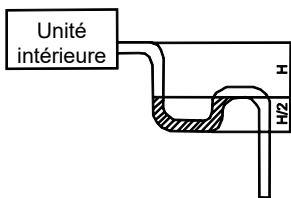

Fig. 21
- (4) S'il n'est pas possible d'atteindre l'inclinaison suffisante du tuyau d'évacuation, il faudra utiliser le tuyau (du commerce) pour disposer le drainage vers le haut.
- (5) Si le flux d'air depuis l'unité intérieure est trop élevé, ceci pourrait générer une sous-pression qui pourrait causer l'aspiration de l'air ambiant. De ce fait, il faut créer un siphon en forme de U sur les tuyaux d'évacuation au niveau de chaque unité intérieure U (voir figure 21).
- (6) Utiliser un siphon pur chaque unité.
- (7) Lors de l'installation des siphons, il faut penser à leur accessibilité pour le nettoyage ultérieur.